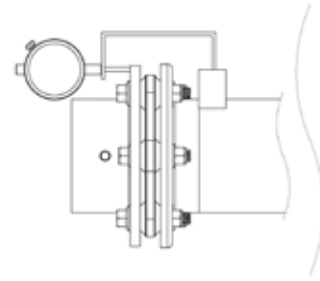

Figure 6 - Vérification de l'alignement angulaire à l'aide de la méthode du comparateur à cadran.
- 8.4. Vérifier l'alignement angulaire en utilisant l'une des deux méthodes présentées sur les figures 6 et 7.